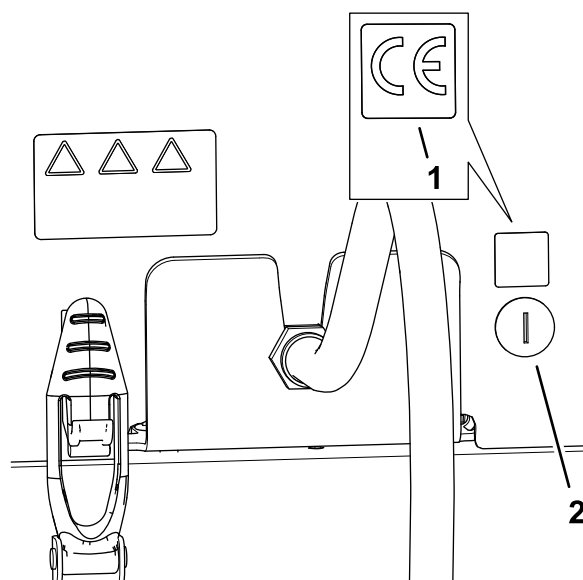

Рисунок 38
1. Очистите поверхность капота рядом с защелкой капота протирающим спиртом и чистой ветошью и дайте капоту высохнуть (Рисунок 38).